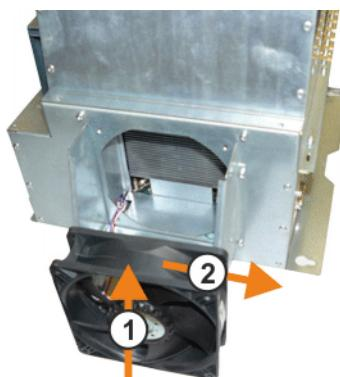

Fig. 11-5: Sentido de giro y corriente de aire del ventilador del PC
6. Introducir los ventiladores nuevos con reja del ventilador (tener en cuenta la dirección de giro (**>>>** Fig. 11-5 )) y enchufar el conector del ventilador.